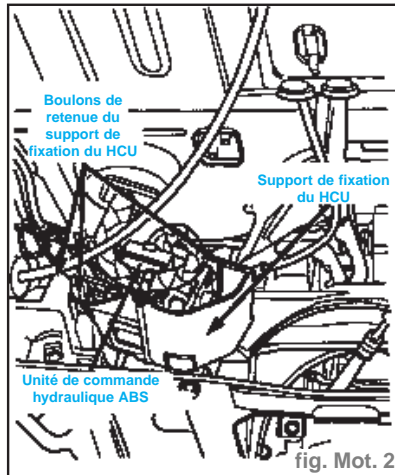

fig. Mot. 2
- Si le véhicule est équipé d'un ABS, déposer les boulons de l'ensemble contrôleur/support de montage du berceau de suspension avant (fig. Mot. 2).
- Poser l'ensemble contrôleur/support de montage au berceau de suspension avant. Serrer les boulons au couple de **2,8 daN.m** (fig. Mot. 2).